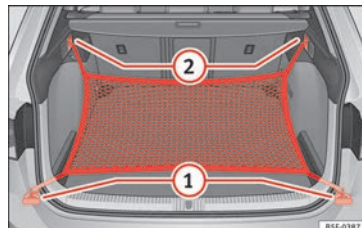

Abb. 135 Im Gepäckraum: Ösen ① und Haken ② zum Einhängen des Gepäckraumnetzes (Modell LEON ST).
- Hängen Sie die kurzen Haken des Netzes in die Verzurrösen »» **Abb. 135** ① »» ⚠ ein. Der Reißverschluss des Gepäckraumnetzes muss dabei nach oben zeigen.
- Befestigen Sie die Spanngurte in den Taschenhaken ②.